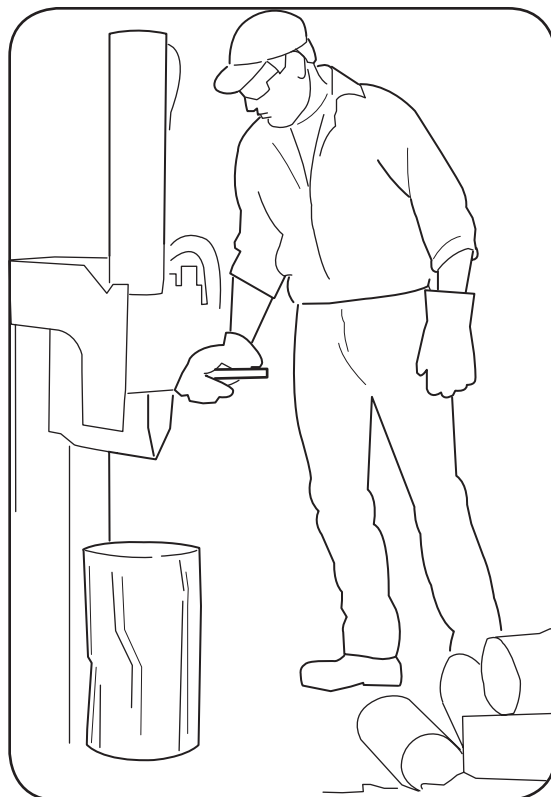

Figura 4-3
3. Párese delante de la unidad para operar la manija de control y estabilizar la madera. Vea la Figura 4-3.